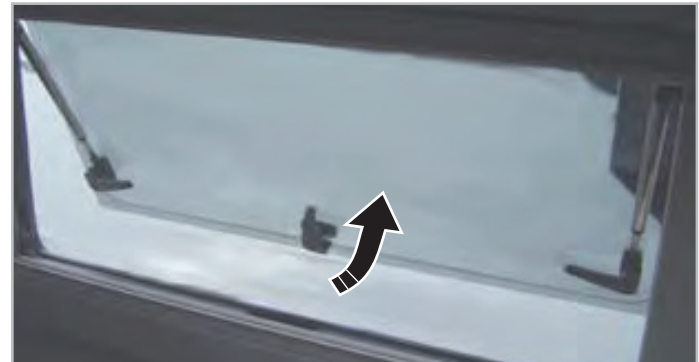

Abb.6.3 - Öffnen der Fenster
3. Öffnen Sie das Fenster, indem Sie es von der Mitte in die gewünschte Position (Abb.6.3) schieben, das Fenster bleibt automatisch gesperrt.